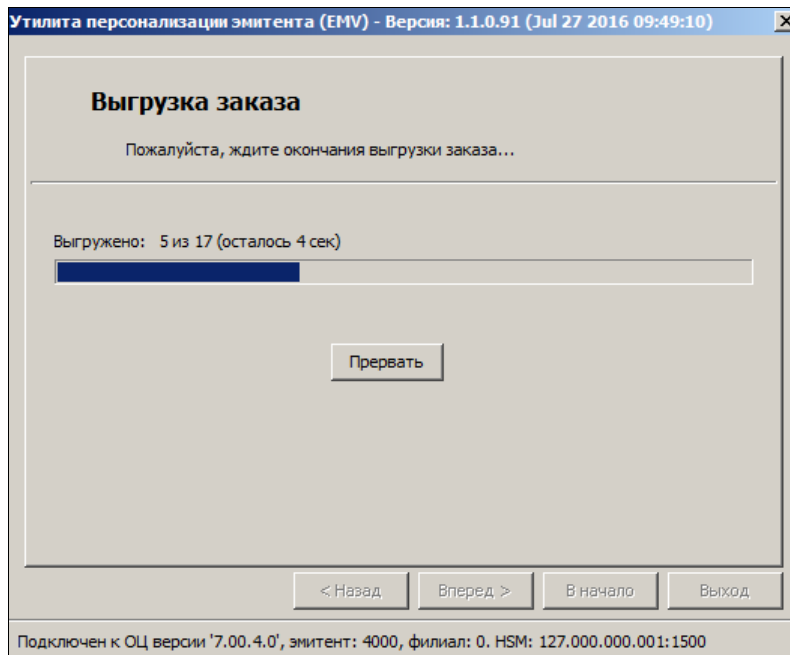

Рис. 8. Процедура выгрузки заказа
2. Выберите нужный заказ и нажмите на кнопку **Вперед**. Начнётся выполнение процедуры выгрузки заказа (см. Рис. 8).